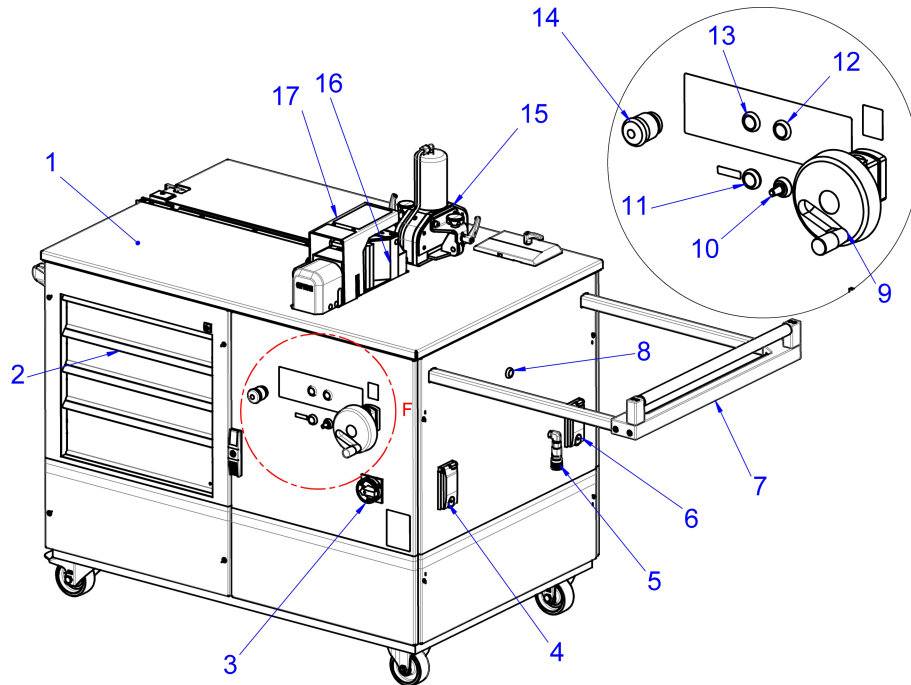
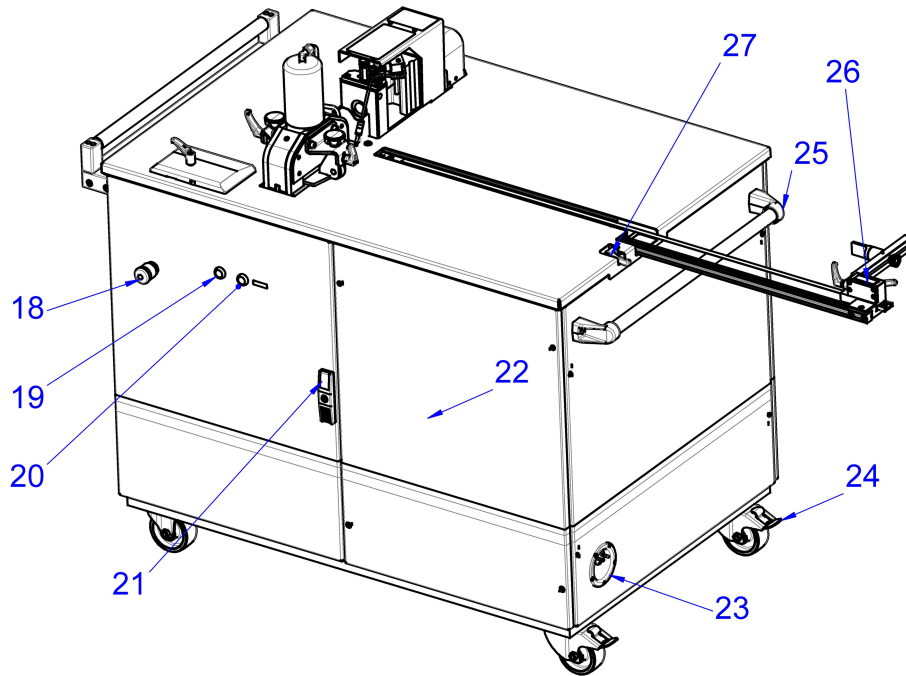

Abb. 1: Vorderansicht
Abb. 2: Rückansicht
Der einpedalige Sicherheitsfußschalter wird über eine Buchse (Abb. 1, 4) an der „Stromschienenbearbeitung mobil“ angeschlossen. Vier Drucktaster (Abb. 1, 8, 12, 13 und Abb. 2, 19) dienen der Auswahl der gewünschten Bearbeitungsstation. Es kann immer nur an einer Station gearbeitet werden. Die Schneideinheit (Abb. 1, 15) zum Ablängen von Stromschienen sowie die Biege- und Lochstanzeneinheit (Abb. 1, 16) sind von einer stabilen, abriebfesten Tischplatte (Abb. 1, 1) aus Edelstahl umgeben. In die Tischplatte ist ein bis zu 1200 mm ausziehbarer Anschlag (Abb. 2, 26) integriert, der für alle Arbeitsstationen genutzt werden kann.
Ein zusätzlicher Hydraulikanschluss (Abb. 1, 5) ermöglicht den Anschluss externer Hydraulikgeräte als Ergänzung zu den bestehenden Arbeitsstationen. Zur komfortablen Bearbeitung langer Werkstücke ist die „Stromschienenbearbeitung mobil“ mit einer ausziehbaren Auflagerolle (Abb. 1, 7) ausgestattet.
Zwei Not-Halt-Schalter (Abb. 1, 14 und Abb. 2, 18) können die Hydraulikpumpe bei Gefahrensituationen sofort stillsetzen und das Werkzeug in seine Ausgangsposition zurückfahren lassen. Durch Einsatz eines Frequenzumrichters kann die Drehzahl für die Verfahrgeschwindigkeit der Werkzeuge über ein Potentiometer (Abb. 1, 10) eingestellt werden. Der Grundkörper für das Lochen und Stanzen wird durch eine stabile Sicherheitsschutzhaube (Abb. 1, 17) geschützt. Die Höhe des Grundkörpers lässt sich mit einem Drehrad (Abb. 1, 9) komfortabel entsprechend der Anzeige für die Höheneinstellung einstellen. Vier geräumige Schubladen (Abb. 1, 2), die abschließbar sind, bieten genügend Stauraum für die verwendeten Werkzeuge und Arbeitshilfsmittel. Hinter der Tür (Abb. 2, 21) neben dem Elektroschaltschrank (Abb. 2, 22) befindet sich ein Auffangbehälter für Kupferreste. Das Netzkabel (Abb. 2, 23) ist in der Seitenwand der „Stromschienenbearbeitung mobil“ eingelassen und kann je nach Bedarf bis zu einer maximalen Länge von 4,5 m ausgezogen oder komplett eingerollt werden.
- Anschließend die Zuleitung des Fußschalters in den 4-poligen Anschluss (Abb. 1, 4) stecken.
- Den Netzschalter der „Stromschienenbearbeitung mobil“ auf (I) stellen, um das Gerät in den Bereitschaftsmodus zu versetzen.
Die Laser werden mit den Tastern (Abb. 1, 11 und Abb. 2, 20) ein- bzw. ausgeschaltet. Um die Lebensdauer der Laser zu verlängern, schalten die Laser nach 15 Minuten eigenständig aus. Bei kurzer Betätigung des Fußschalters oder durch Drücken des entsprechenden Tasters werden die Laser wieder eingeschaltet.
- Die Höhe des Grundkörpers mit dem Drehrad (Abb. 1, 9) verstellen und Biegematrix mittig zum Werkstück ausrichten.